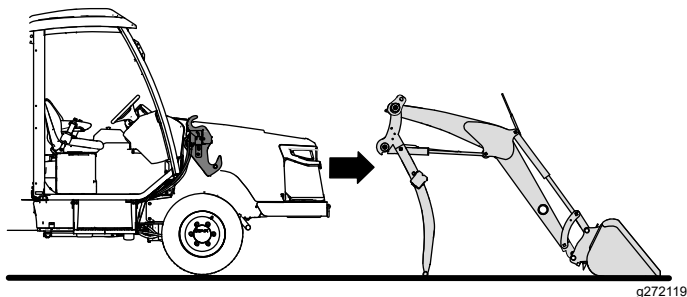

Figura 52
2. Arranque el motor y acerque la máquina lentamente a los brazos de carga (Figura 52).